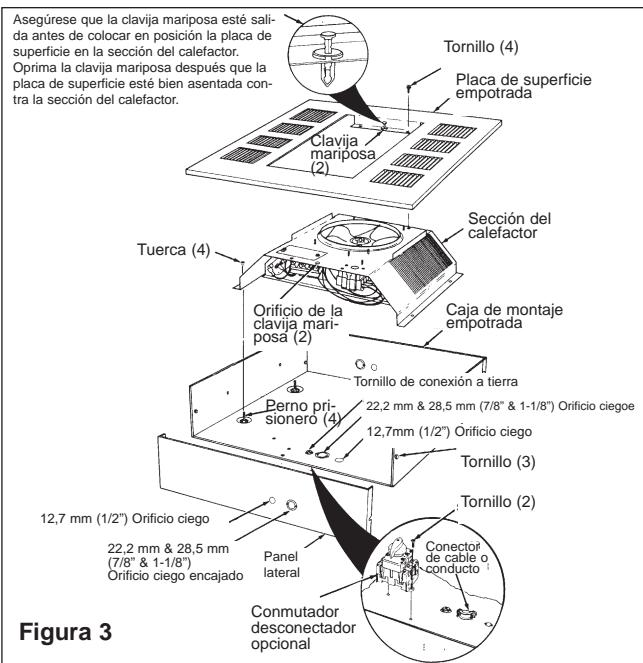

Figura 3
- Extraiga la caja empotrada de montaje (Figura 3) de la caja que contiene el cerramiento de montaje empotrado, Tipo REA.
- Extraiga los tres tornillos y el lado de la caja de montaje empotrado para permitir un cableado más fácil (Figura 3).
- Extraiga uno de los orificios ciegos e instale un conector de cable o conducto (Figura 3).
- Instale el conmutador desconectador opcional (si es requerido según se ilustrado en la Figura 3).
- Coloque en posición la sección del calefactor sobre los pernos prisioneros en la caja de montaje empotrada (Figura 3).
- Empuje la sección del calefactor sobre los pernos prisioneros y ajuste bien las cuatro tuercas (provistas) sobre los pernos prisioneros y ajuste bien las cuatro tuercas (provistas) en los pernos prisioneros para asegurar la sección del calefactor a la caja de montaje empotrada (Figura 3).
- Extraiga la placa superficial empotrada (Figura 3) de la caja que contiene el cerramiento de montaje empotrado, Tipo REA.
NOTA: Asegúrese que la "clavija mariposa" a cada extremo de la abertura de la rejilla de descarga esté salida para permitir que el cuerpo de las clavijas mariposa quepan en los orificios en la sección del calefactor. (Figura 3.).
- Instale y ajuste bien cuatro tornillos (provistos) para asegurar la placa de superficie empotrada a la sección del calefactor (Figura 3).